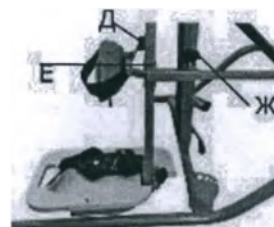

Рис.131
4) Регулировка положения коленопор (раздельная для каждой ноги) (рис.131)